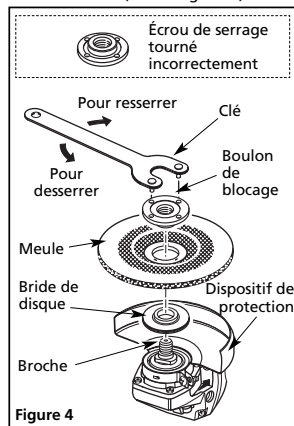

Figure 4
- Si le disque de travail est une meule de meulage de 115 mm (4 1/2 po), elle a typiquement une épaisseur de 4 à 6 mm (0,15 à 0,25 po) et doit donc être fixée avec la partie soulevée de l'écrou vissé sur le trou du disque de meulage, ou la partie relevée de l'écrou face à la partie principale de l'outil même. (Voir la figure 4.)
Installation du disque de travail (Voir les figures 4 et 5.)